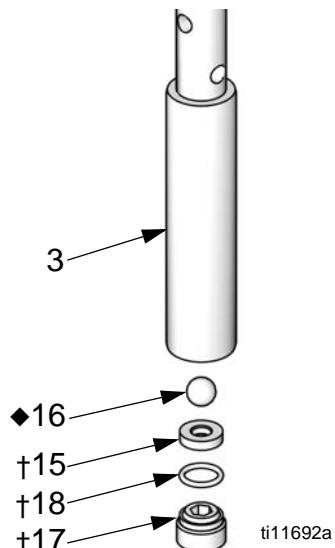

Fig. 5. Byt ut kolvkulan och sätet.
13. Ta bort o-ring (18†), sätet (15†) och kulan (16◆). Se FIG. 5.